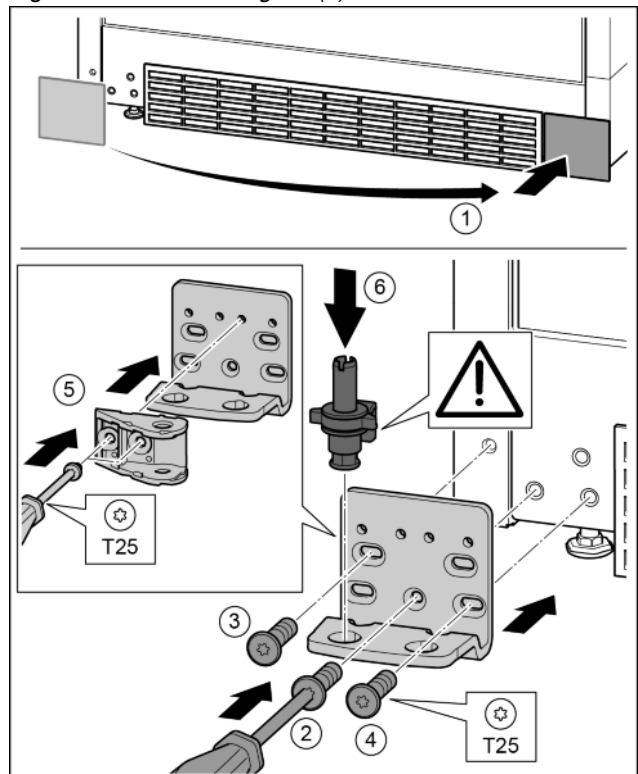

Fig. 32
- ▶ Abdeckung abnehmen und auf der anderen Seite anbringen. Fig. 32 (1)
- ▶ Lagerbock auf der anderen Seite ansetzen und mit Hilfe eines Schraubendrehers T25 anschrauben. Mit Schraube 2 unten in der Mitte beginnen. Fig. 32 (2)
- ▶ Schraube 3 und 4 festschrauben. *Fig. 32 (3, 4)*
- ▶ Schließdämpferverbindung um 180° drehen. Auf der anderen Seite des Lagerbocks mit Schraubendreher T25 anschrauben. *Fig. 32 (5)*
- ▶ Lagerbolzen komplett einsetzen. Dabei darauf achten, dass der Rastnocken nach hinten zeigt. *Fig. 32 (6)*